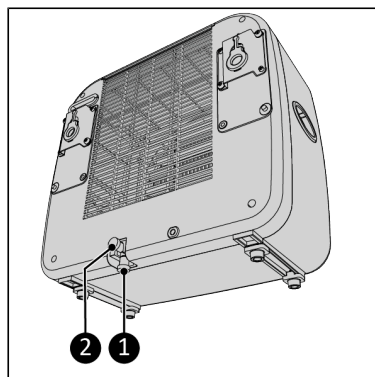

Figure 52.
1. Retirez l'un des deux bouchons d'étanchéité (Figure 52, pos. 1 ou pos. 2).
- les deux bouchons d'étanchéité de l'unité intérieure sont montés (Figure 52, pos. 1 et 2) ;
2. Raccordez le tuyau d'évacuation accompagnant le produit au fond de l'unité intérieure, voir Figure 52.
4. Vidangez le réservoir d'eau de l'unité intérieure (Figure 52).